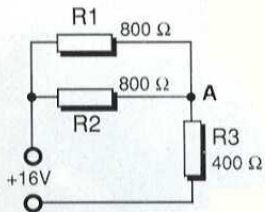

FIGURA 2
2. Che valore ha la tensione misurata nel punto "a" dello schema di figura 2?